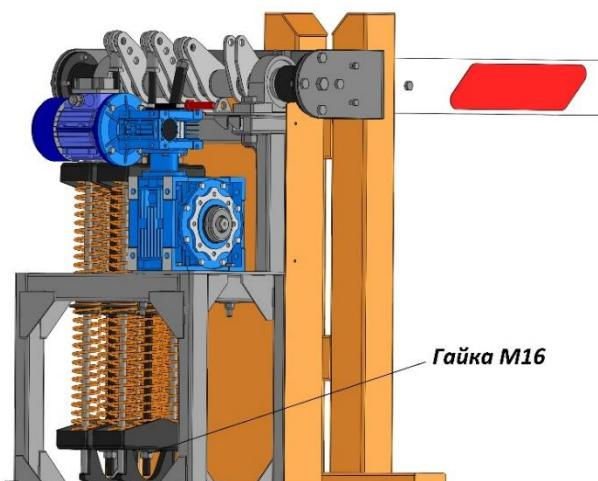

Рисунок 12
- Произвести балансировку Стрелы, для чего (Рис.12):